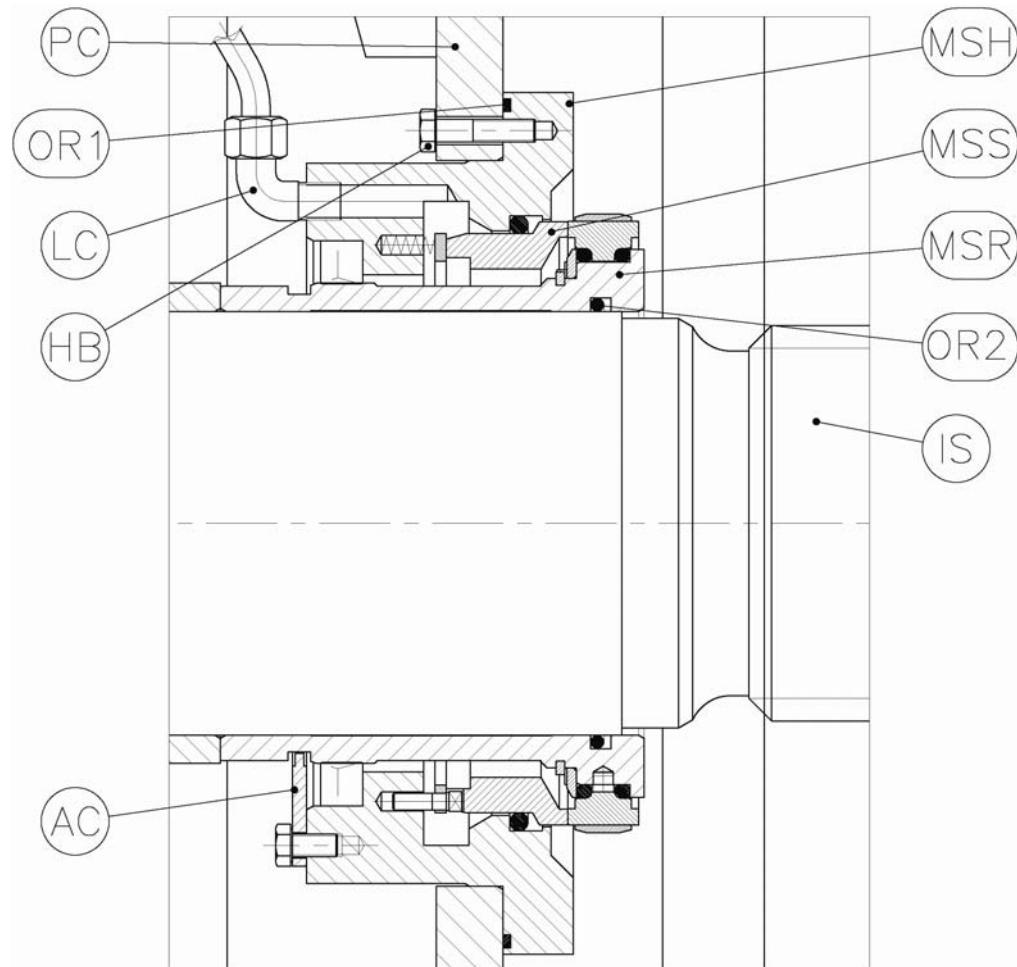

Figure 14 Démontage de la garniture mécanique
1. Assurez-vous que les brides de montage (AC, voir Figure 14) sont montées afin de bien fixer la garniture mécanique.
1. Assurez-vous que les brides de montage (AC, voir Figure 14) sont montées sur la garniture mécanique.
2. Nettoyez délicatement les surfaces de contact de l'arbre de rouet (IS) et le couvercle de la pompe de côté d'arbre (PC) avec la garniture mécanique.
5. Appliquez un composé antigrippant sur les surfaces de contact du couvercle côté d'arbre (PC) et sur la garniture mécanique.